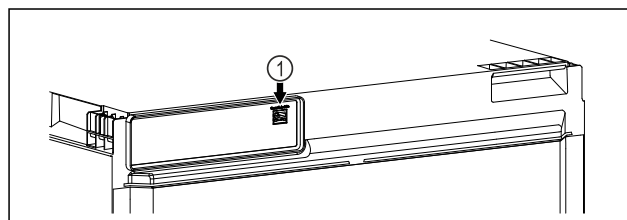

Fig. 18
- ❑ Le SmartModule Fig. 18 (1) est installé.